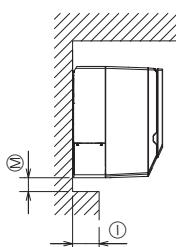

Fig. 2-2
- ① Sortie d'air : ne placer aucun obstacle à moins de 1 500 mm, 59-1/16 pouces de la sortie d'air.
- ② Surface du sol
- ③ Mobilier
- ④ Lorsqu'une traverse dépasse du mur de plus de 60 mm, 2-23/64 pouces, une distance supplémentaire est nécessaire car le flux d'air du ventilateur peut créer un cycle court.
- ⑤ 1 800 mm, 70-55/64 pouces minimum de la surface du sol (pour montage en hauteur)
- ⑥ 75 mm, 2-61/64 pouces ou plus avec tuyauterie gauche, arrière gauche ou inférieure gauche et installation d'une pompe de vidange en option. (Utilisez le crochet positionné sur la partie inférieure du panneau de montage si la dimension est comprise entre 55 mm, 2-11/64 pouces et 75 mm, 2-61/64 pouces (moins de 55 mm, 2-11/64 pouces : dimension incorrecte). Reportez-vous à la section 3.5. pour plus de détails.)
- ⑦ 350 mm, 13-25/32 pouces minimum avec installation d'une pompe de vidange en option
- ⑧ Reportez-vous à la Fig. 2-2
①	Avec POMPE DE DRAINAGE en option